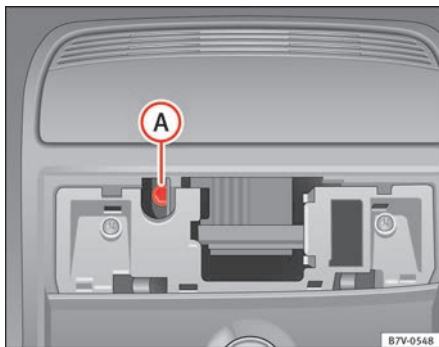

Fig. 194 Tornillo Allen para cerrar el techo corredizo panorámico.
- Introduzca una llave Allen corriente¹⁾ del tamaño 4 mm en el tornillo Allen ⇒ fig. 194 (A).